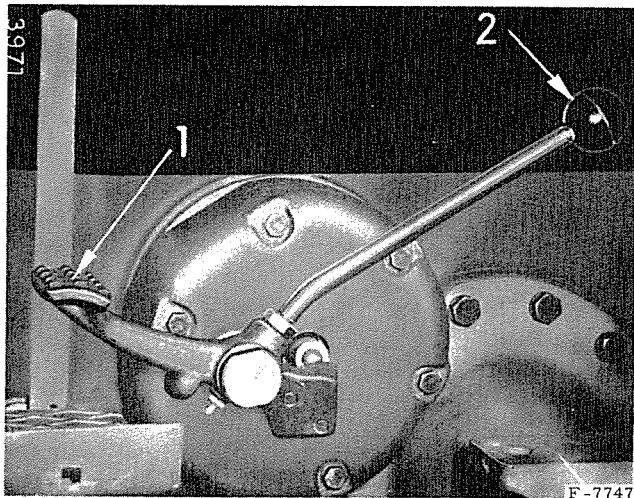

Fig. 63. — Blocage du différentiel débloqué. Commande du blocage de différentiel : 1. Pédale. - 2. Levier à main.
Le levier à main et la pédale de blocage du différentiel sont situés sur le logement du frein gauche, voir (1) et (2) Fig. 63.